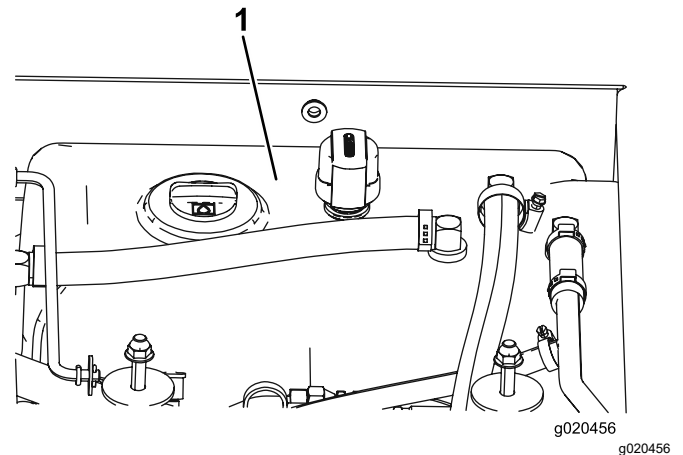

Figura 118
4. Riempite il serbatoio (Figura 118) di fluido idraulico; fate riferimento a Controllo del fluido idraulico \(pagina 83\).